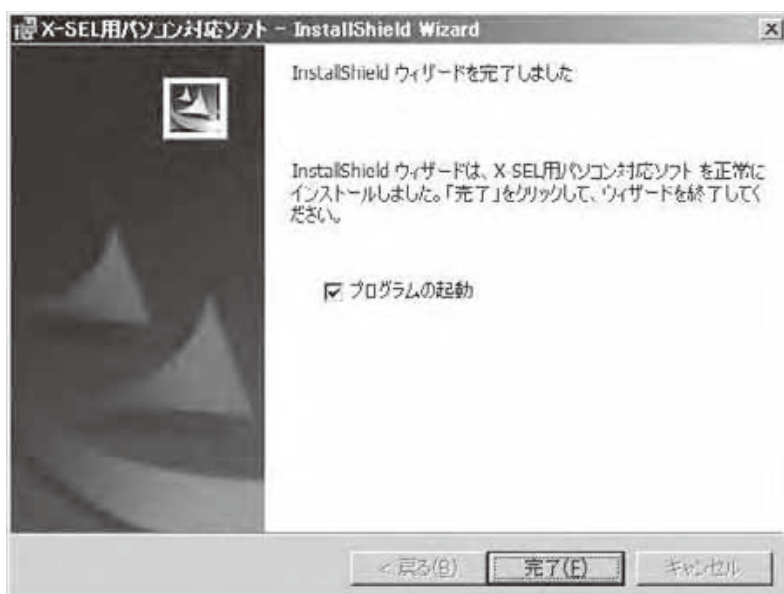

図 1.8 インストール完了
⑦インストールが完了すると、図 1.8 のような画面がでできます。